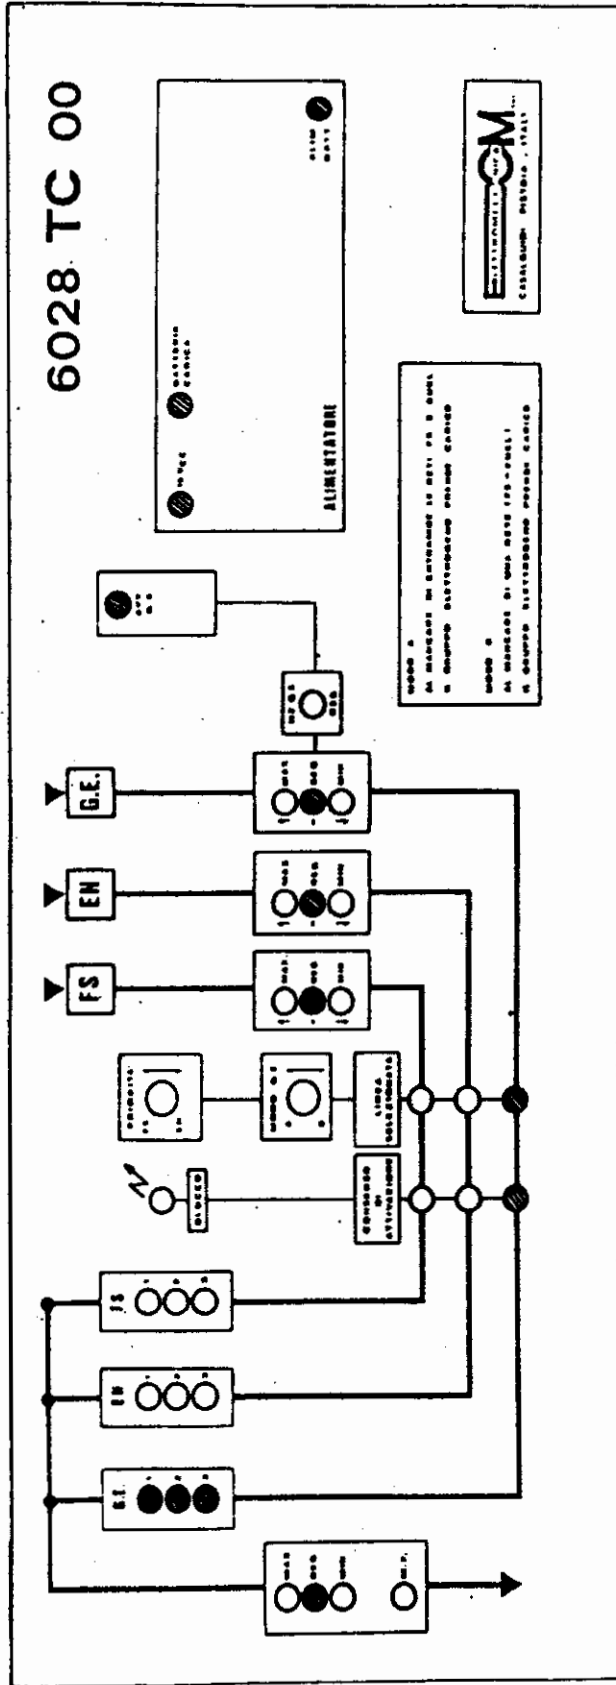

FIG. 5
- 10) Premere per un attimo il pulsante "AVV. G.E.", si attuerà così la situazione di Fig.5: